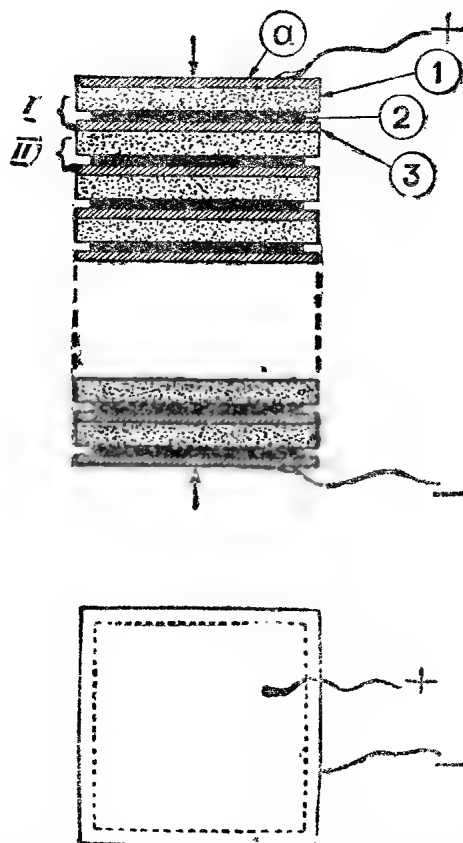

Рис. 7. Схема устройства галетной батареи ВД
Устройство такой батареи достаточно ясно видно из рис. 7. Батарея представляет собою оригинальное применение принципа вольтова столба и состоит из перемежающихся, наложенных друг на друга пластинок угля (1), пропитанного электролитом, препарированного картона (2) и цинка (3).